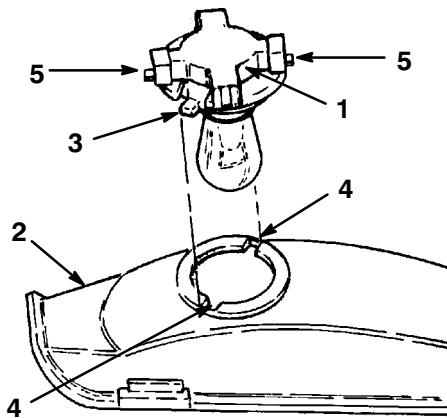

Abbildung 19
3. Die Birnenfassung um 1/4 Umdrehung im Gegenuhrzeigersinn drehen und aus dem Reflektor nehmen (Abb. 19).
2. Die Birnenfassung hat zwei Zungen (Abb. 19). Die Zungen auf die Schlitze im Reflektor ausrichten, die Birnenfassung in den Reflektor einsetzen und im Uhrzeigersinn 1/4 Umdrehung bis zum Anschlag drehen.